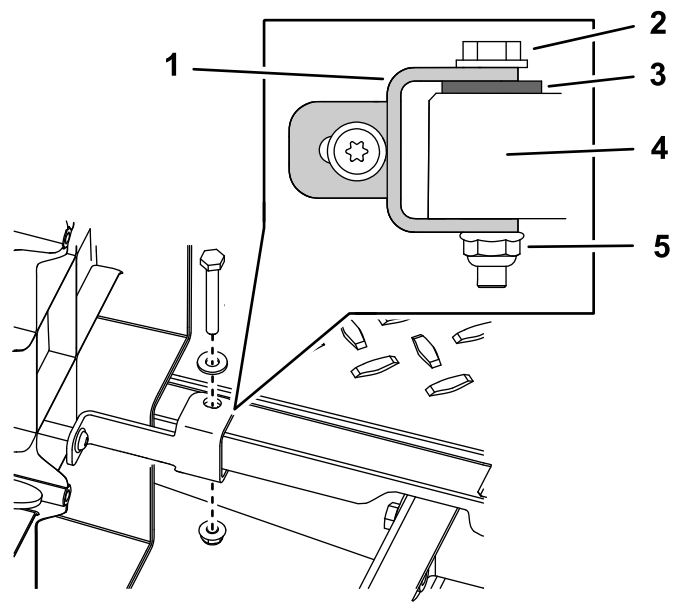

Bild 6
1. Befestigen Sie die Kitscheibe mit der Schraube, Scheibe und Mutter, die Sie vorher von der Bodenplatte entfernt haben, zwischen der Klemme und der Bodenplatte (Bild 6). Wiederholen Sie diesen Schritt für die linke Bodenplattenklemme.
1. Verlegen Sie den Kabelbaum hinter der Kabine und unter dem Sitz und befestigen Sie den Clip am Kabelbaum an der Seitenplatte (Bild 6).